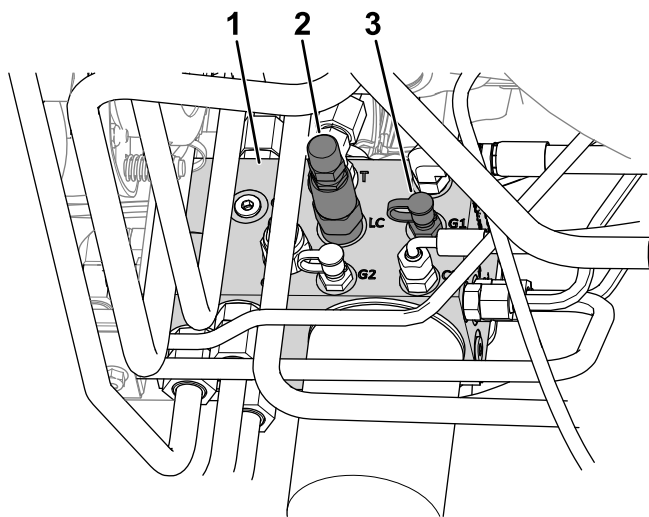

Рисунок 21
4. Подсоедините манометр к контрольному отверстию (с маркировкой G1; см. **Рисунок 21**).
5. В боковой части гидравлического коллектора подъема снимите крышку с контрольного отверстия (с маркировкой G1; см. Рисунок 21).
6. Ослабьте контргайку на конце золотника переноса массы (с маркировкой LC; см. Рисунок 21).